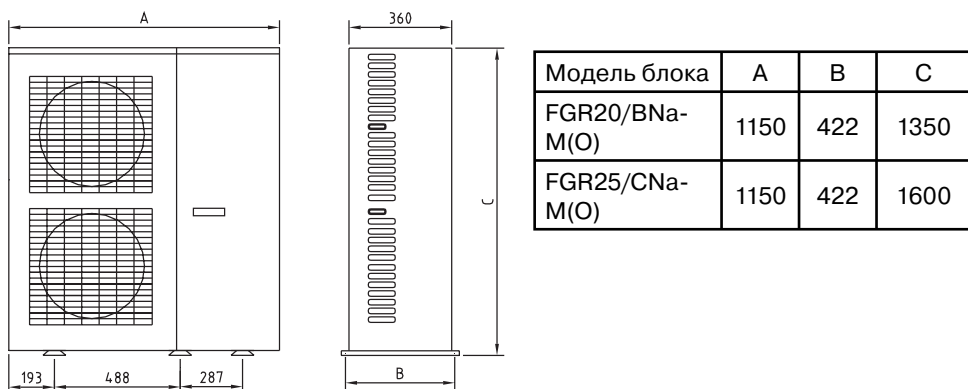

Рис. 9.2
9.2.1 Габаритные и установочные размеры наружных блоков моделей FGR20/ BNa-M(O) и FGR25/CNa-M(O), рис. 9.2.